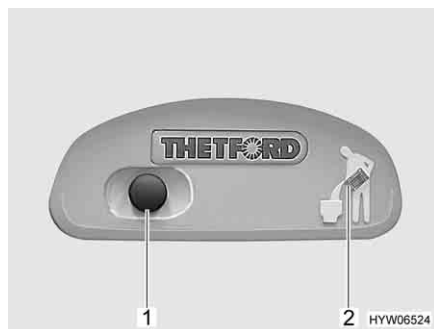
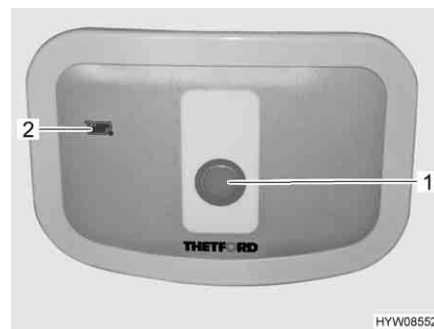

Fig. 252 Bouton pour la chasse d'eau/voyant de contrôle des toilettes Thetford
Fig. 253 Bouton pour la chasse d'eau/voyant de contrôle des toilettes Thetford (alternative)
- Pour actionner la chasse d'eau, appuyer sur le bouton bleu (Fig. 252,1 ou Fig. 253,1).
Le voyant de contrôle (Fig. 252,2 ou Fig. 253,2) s'allume lorsque le réservoir pour matières fécales doit être vidé.